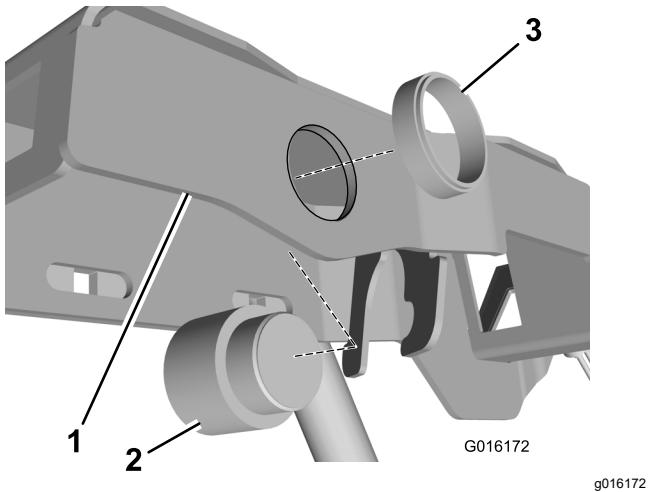

Figura 2
6. Installate l'allarme acustico nel telaio del bracciolo della consolle (Figura 2).